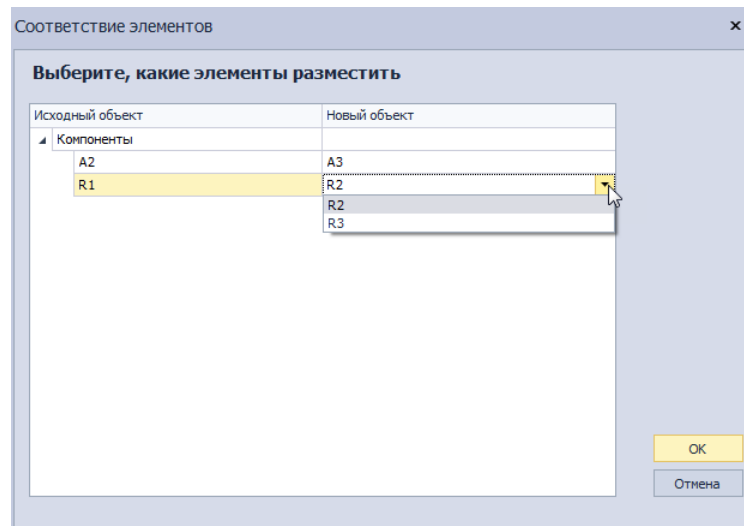

Рис. 302 Выбор компонента, соответствующего копии посадочного места
4. Выбрать в окне «Соответствие элементов» компонент, которому будет соответствовать размещаемая копия посадочного места компонента, и нажать кнопку «ОК», см. Рис. 302. При одновременном копировании нескольких посадочных мест соответствие должно быть установлено для каждого из них.